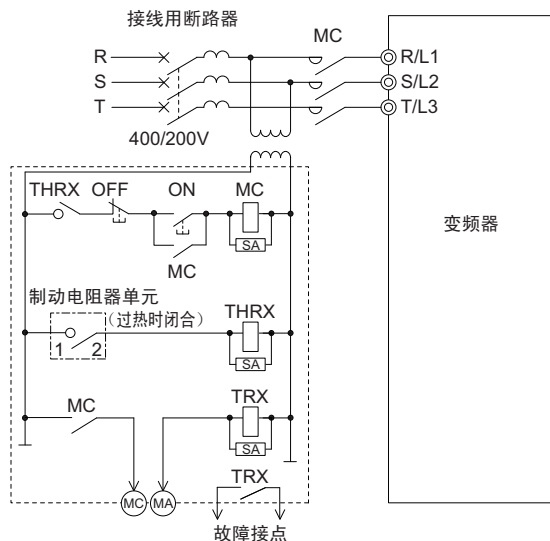

图 8.21 切断电源顺控回路的示例
- 由多台变频器或与其它机器共同使用 MCCB 或 ELCB 时，请如图 8.21 所示，使用 MC 接入在输出发生异常时切断电源的顺控回路。